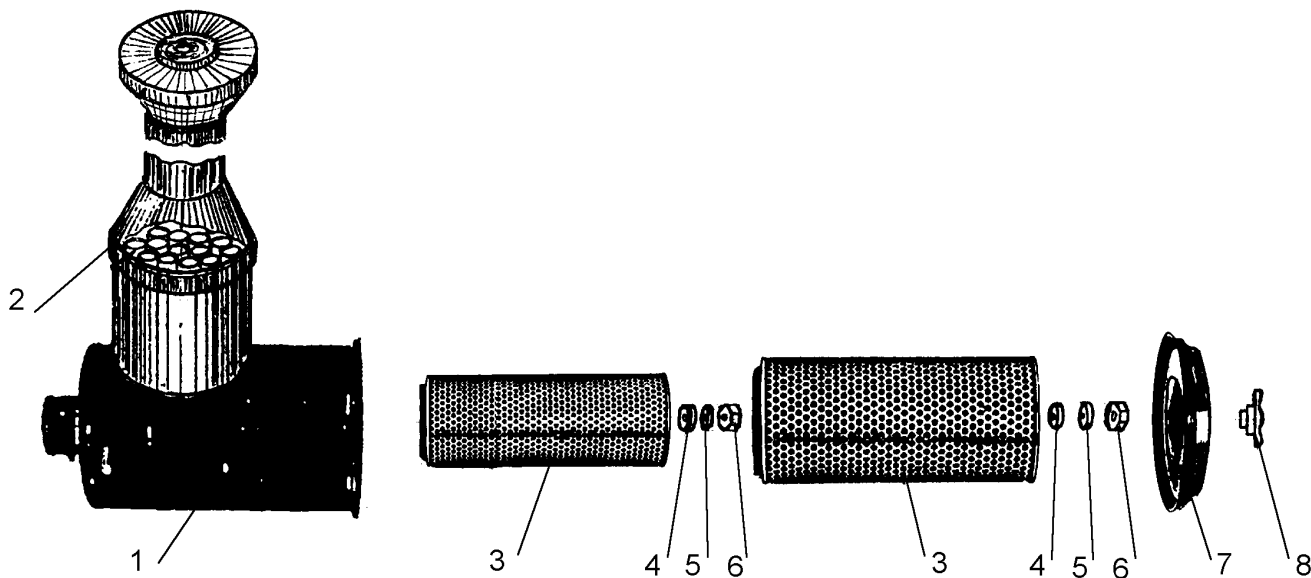

Рис. 78. Воздухоочиститель
Обслуживание фильтроэлементов (кассет) воздухоочистителя производите при срабатывании сигнализатора засорённости 14 (рис. 24). Для демонтажа кассет 3 (рис. 78) необходимо отвернуть гайку - барашек 8, снять крышку 7 и последовательно отвернув гайки 6 вынуть их из корпуса воздухоочистителя.
**Категорически запрещается** работать с засоренной или обледенелой сеткой крышки воздухозаборной трубы (рис. 78) и без свободного выхода газов из выхлопной трубы, так как это приводит к попаданию выхлопных газов через трубу отсоса пыли к кассетам воздухоочистителя.